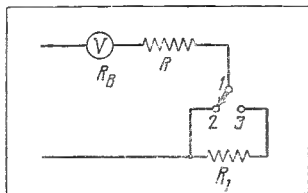

Рис. 4
Проверим формулу (1) на конкретном примере. Допустим, требуется измерить напряжение, которое дает кенотронный выпрямитель (рис. 4). Пусть действительная величина этого напряжения равна 200 В. Воспользуемся для измерения напряжения низкоомным вольтметром, сопротивление которого равно 1500 Ом.
Если сопротивление вольтметра значительно меньше R_2 , то измерение аллоного напряжения следует производить при помощи некоторого добавочного сопротивления R (рис. 4).